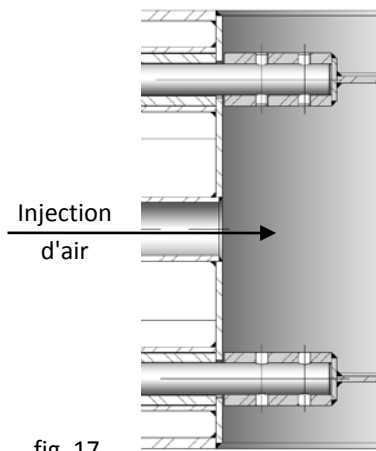

fig. 17
- **Siège 3** : Scellage par air. Ce type d'étanchéité est le plus spécial. La vanne est conçue avec deux rangées parallèles de lames et de l'air est injecté entre ces deux rangées pour séparer complètement les gaz des deux côtés de la vanne (fig. 17).